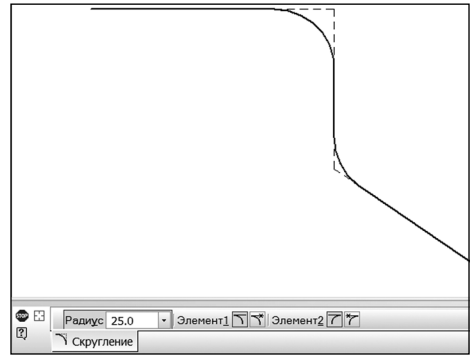

Рис. 10.69. Команда «Скругление»
- Кнопка **Скругление**  предназначена для построения скругления между двумя смежными прямыми отрезками или смежными кривыми (рис. 10.69). Скругление создает касательную к обоим элементам дугу заданного радиуса. Для этого сначала следует задать параметры скругления на панели параметров, а затем указать в графическом окне две смежных кривых или прямых линии.